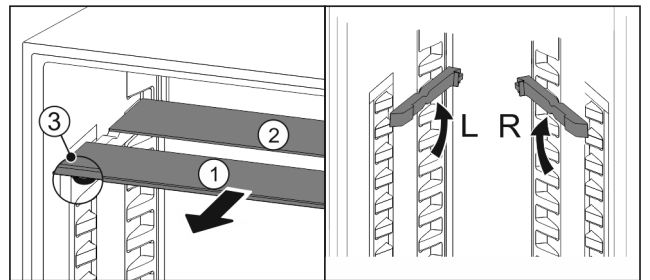

Fig. 80
- ▶ Retire las planchas de cristal individualmente hacia delante Fig. 80 (1).
- ▷ La placa de vidrio Fig. 80 (1) con moldura está situada delante.
- ▷ Los topes Fig. 80 (3) miran hacia abajo.